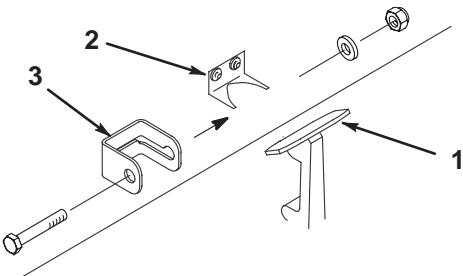

図 2
1. ブラケットからラッチを取り外す(図2)。
2. フード・ロック(図2)をラッチに合わせて入れる。
3. ラッチをブラケットに取り付け直す(図2)。
4. ロック・ブラケットにキャップスクリュ(1/4 × 1-1/2)を通し、平ワッシャ、ロックナットで締め付ける(図2)